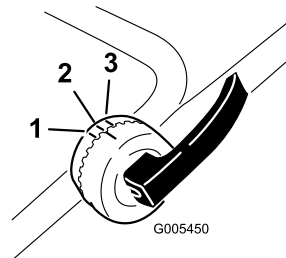

Figura 4
2. Per regolare l'altezza della stegola, sbloccate i dispositivi di fermo della stegola superiore, ruotate la stegola superiore verso l'alto e bloccatela nella posizione che trovate più comoda (Figura 4).
previsti sul lato interno dei dispositivi di bloccaggio della stegola superiore (Figura 4).